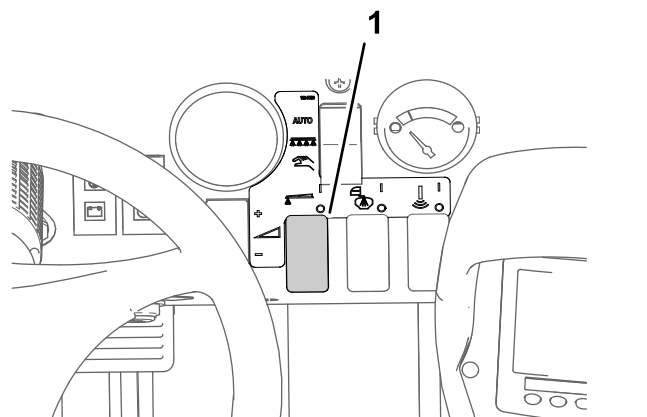

Figura 39
8. Utilizzate l'interruttore del volume di applicazione per ottenere la pressione di irrorazione desiderata come indicato nella guida di selezione degli ugelli fornita con l'irroratrice (Figura 39).